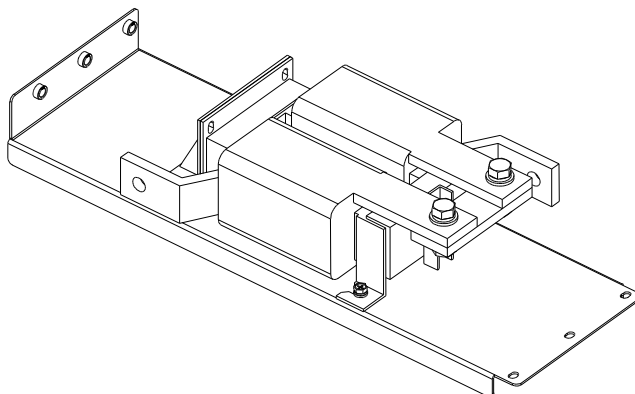

图8-8 400kVA（12脉）UPS 旁路电感安装板图
2. 将旁路电感固定在旁路安装板上，每 4 个 M6×12 的螺钉固定一个电感，安装完毕如图 8-8 所示。